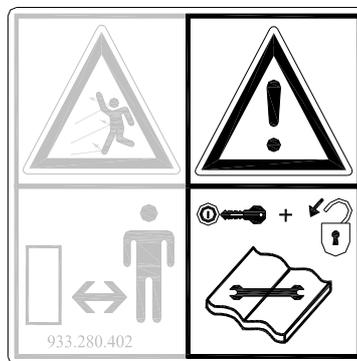
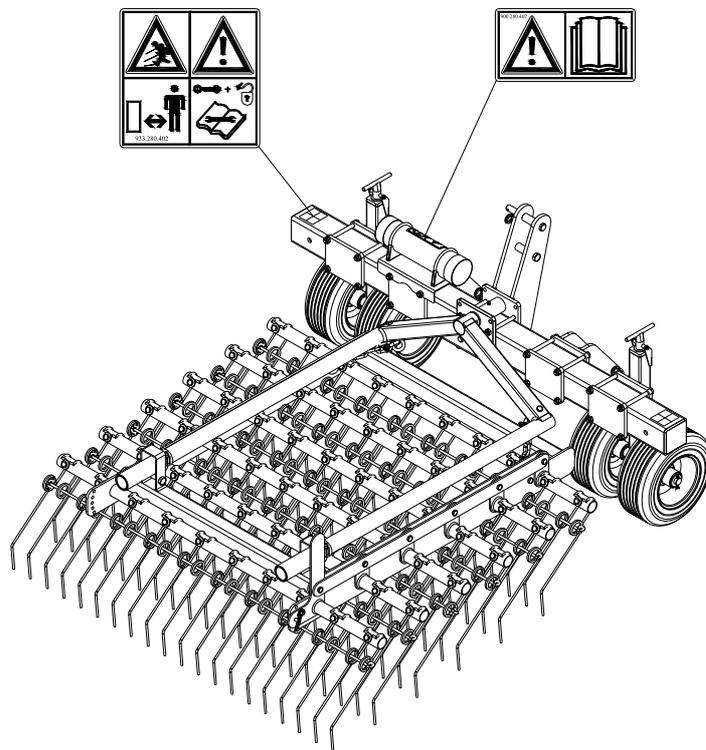

Fig. 2
Fig. 5
Durante i lavori di manutenzione, regolazione e riparazione, **spegnere sempre il motore del trattore e togliere la chiavetta d'accensione dal contatto** (Fig.2)
Su entrambi i lati della Verti-Rake si trovano (Fig. 5) adesivi di sicurezza (Fig. 2,3,4) con significato conforme. Gli adesivi devono essere sempre ben visibili e leggibili e, se danneggiati, devono essere sostituiti.
7) Posizione degli adesivi di sicurezza. (Fig. 5)